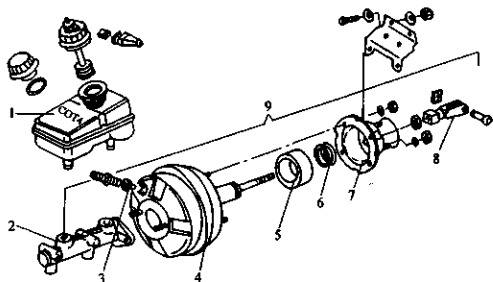

图 3-262 真空助力器及制动主缸图
1) 拆下制动踏板与真空助力器压杆连接叉的锁片和销，如图 3-262 所示。